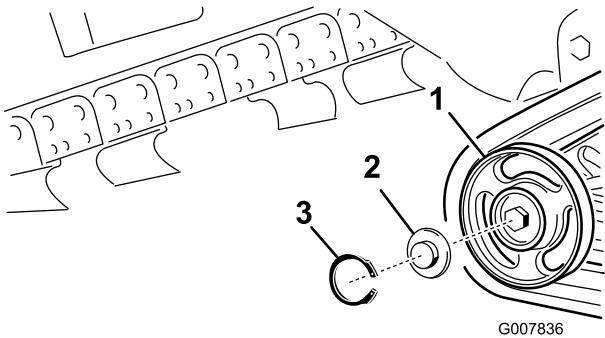

Figure 51
2. Déposez le circlip et le chapeau d'un galet de roulement (Figure 51).
3. Vérifiez la graisse sous le chapeau et autour du joint (Figure 51). Si elle est encrassée, granuleuse ou en quantité insuffisante, enlevez toute la graisse, remplacez le joint et ajoutez de la graisse neuve.
5. Placez le chapeau de galet de roulement sur la tête du boulon (Figure 51).
6. Fixez le chapeau avec le circlip (Figure 51).